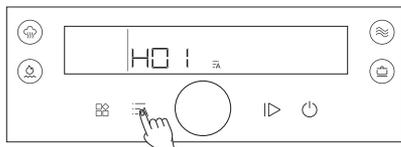

рис. 1
2. Нажмите  чтобы войти в меню рецептов (рис. 1) поверните поворотный регулятор, чтобы выбрать желаемый рецепт (см. "Рецепты") (рис. 2).